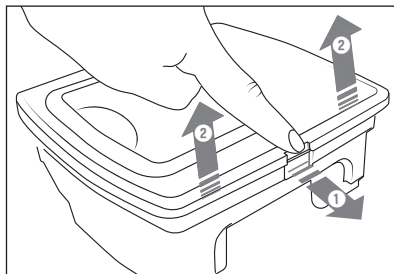

Afb. 5
- 1) Verwijder de afdekking **15** van het stofreservoir **12** en trek het aan het hengsel uit het apparaat (zie afb. 5 en 6).